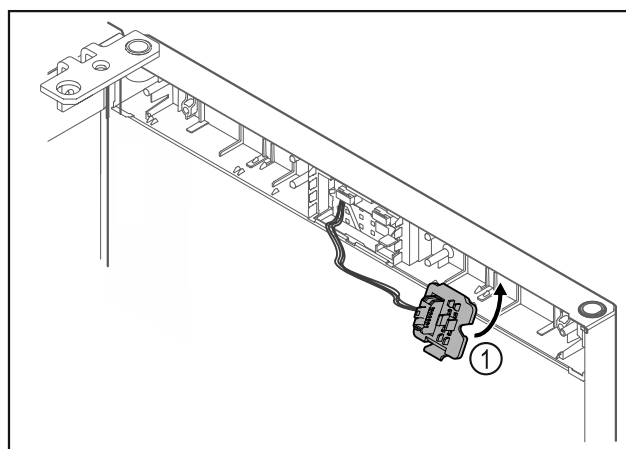

Fig. 24
- Klik stikholderen Fig. 24 (1) i på den modsatte side.